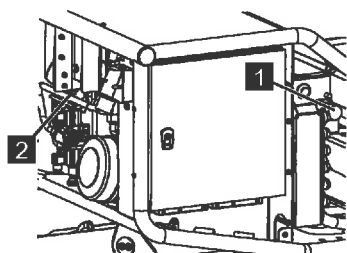

Abb. 203
- Nach dem Servicebetrieb das Ventil [LS] (Abb.203/2) komplett heraus drehen und das Ventil [Stütze, Kette] (Abb.203/1) gegen den Uhrzeigersinn entriegeln und die Abdeckhauben wieder anschrauben.